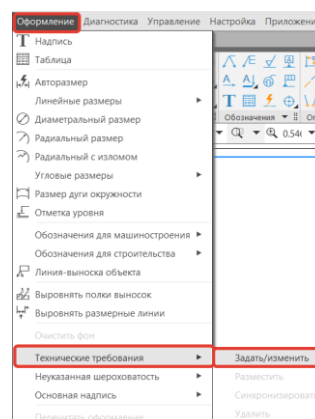
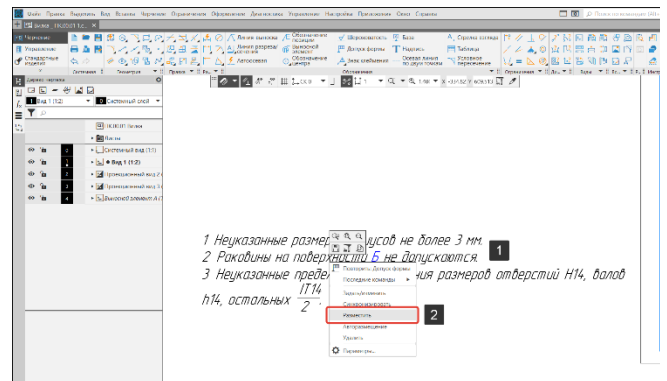

Рисунок 267 – Вызов команды технические требования
Рисунок 275 – Команда Разместить
- Вызовем команду Задать/Изменить технические требования (Рисунок 267);
- В диалоговом окне выберем команду Разместить (2) (Рисунок 275). Команду Разместить можно запустить также через путь Оформление-Технические требования – Разместить (Рисунок 267);